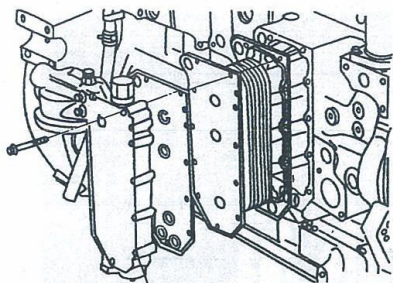
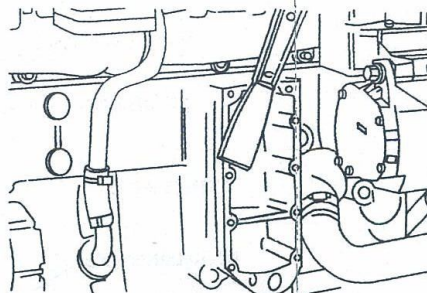

图 1-363 拆卸冷却器盖、垫和芯子
图 1-364 清洁密封表面
4) 拆卸机油冷却器盖、密封垫和冷却器芯, 见图 1-363; 清洁密封表面, 见图 1-364。